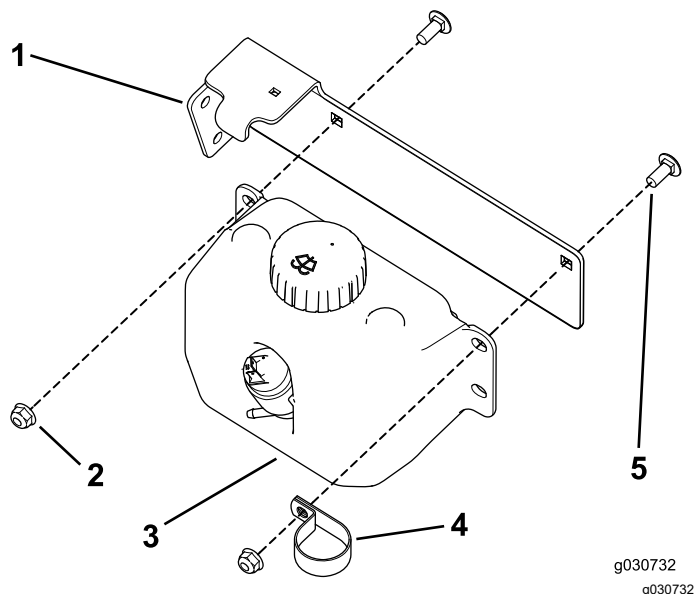

Figura 44
- Utilizzate 2 bulloni a testa tonda (5/16" x 3/4") e 2 dadi flangiati (5/16") per fissare il serbatoio lavacrystallo e il serratubi a R al supporto del serbatoio (Figura 44).